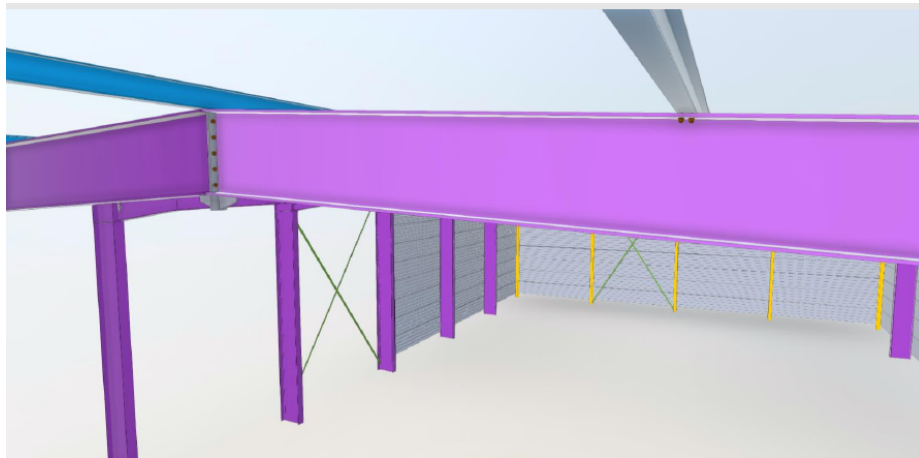

FIGURE 6 – Continuité des pannes métalliques sur les portiques et les liaisons réalisées avec des boulons.
- Les pannes de profilé IPE sont continues et fixées sur les arbalétriers des portiques et les arbalétriers de pignon (figure 6).